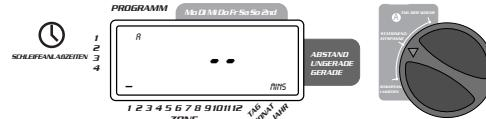

ABBILDUNG 6: Stationenzeitspanne für Programm A
- Drehen Sie die Wähl scheibe auf **STATIONENZEITSPANNE**-Position im A oder B-Programm. Die Anzeige zeigt mit "A" oder "B" an, welches Programm Sie gewählt haben, und --MINS und der Cursor blinkt auf Station "1" [Siehe Abbildung 6].